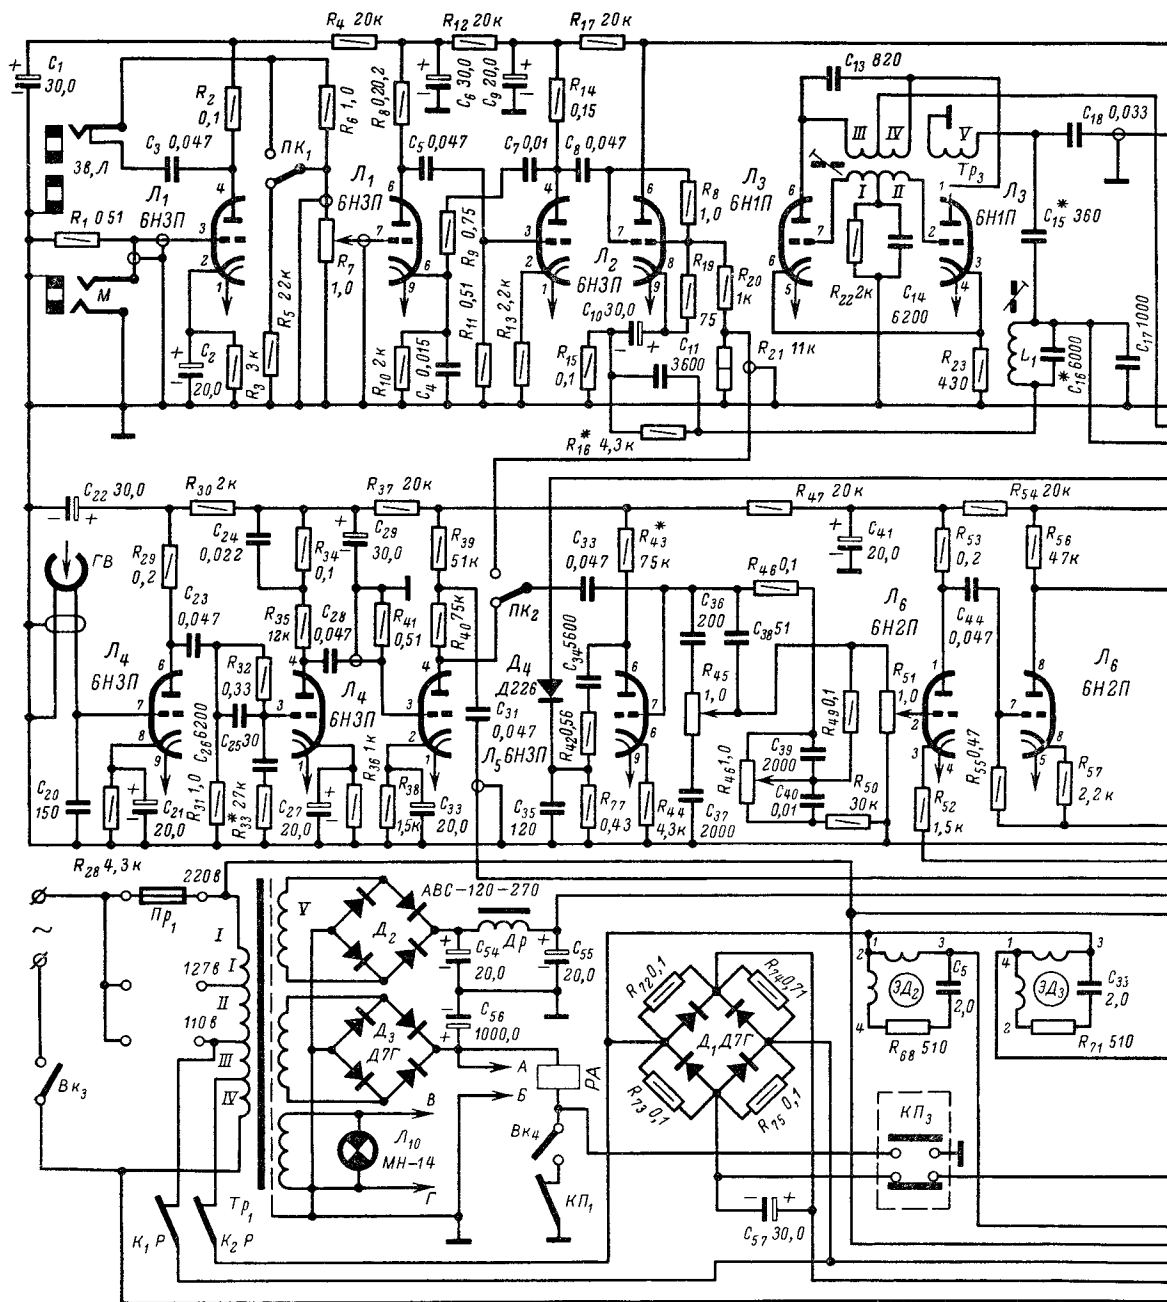
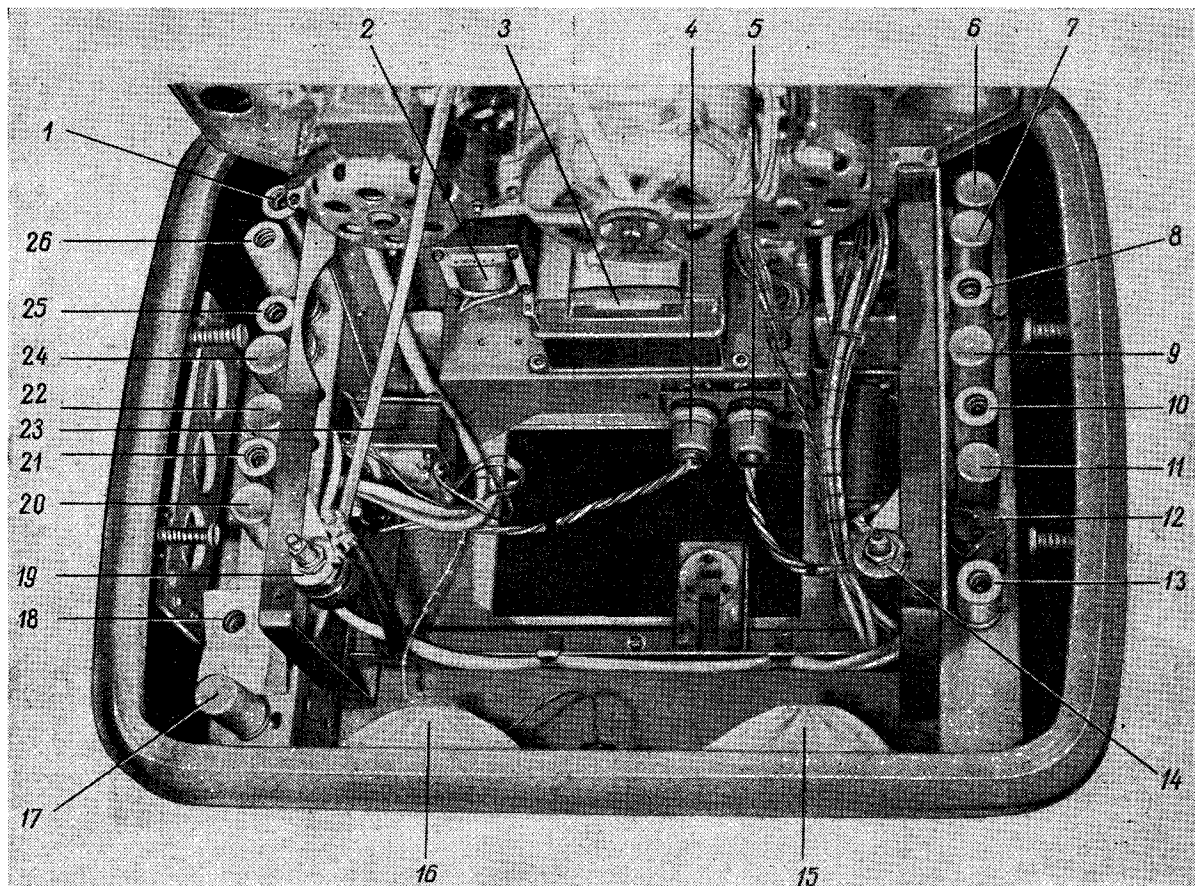

Рис. 124. Принципиальная электрическая схема
Рис. 125. Расположение деталей магнитофона «Тембр».
**Усилитель, генератор и блок питания.** В магнитофоне имеются два отдельных блока: усилитель записи с генератором и усилитель воспроизведения. Каждый блок смонтирован на отдельном шасси. Блок питания смонтирован также на отдельном шасси. Электрическая схема магнитофона приведена на рис. 124, а расположение усилителей и блока питания на рис. 125.